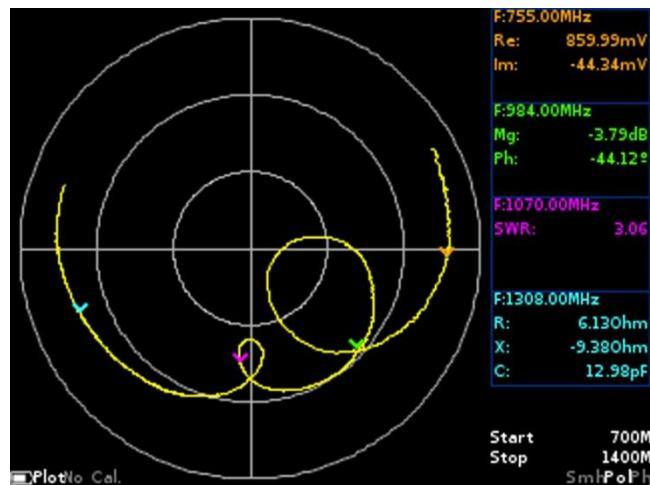

Рисунок 10.2 – Полярная диаграмма
10.2.1. Полярная диаграмма предназначена для отображения комплексного коэффициента отражения в двухмерной системе координат (Рисунок 10.2). Диаграмма аналогична диаграмме Вольперта-Смита, но ее масштабная сетка приведена к определенным значениям КСВ – 2; 5. На экране прибора обозначается как **Pol**. Включение или выключение отображения данной диаграммы на экране, производится, как указано в п. 9.3